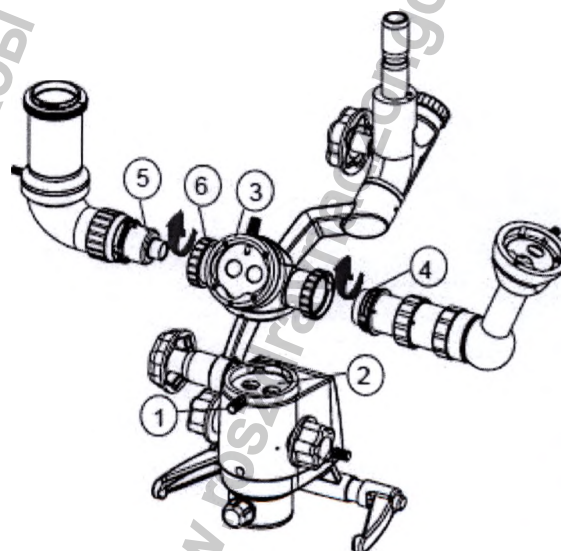

Рис. 29
13.8 Установка светоделителя с мостом наблюдения для ассистента с наклонной головкой и DSLR камеры (рис. 29):